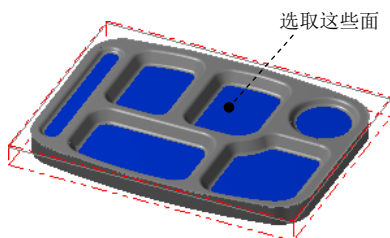
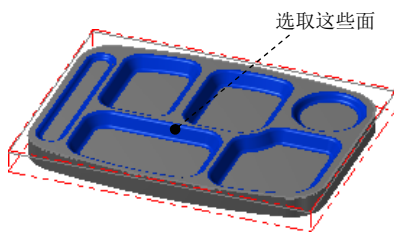

图 1.25 选取加工面
图 1.26 选取干涉面
Step2. 设置加工区域。在图形区中选取图 1.25 所示的曲面（共 6 个），然后按 Enter 键，系统弹出“刀具路径的曲面选取”对话框。然后单击 **检测** 区域中的 按钮，选取图 1.26 所示的面（共 116 个）为干涉面，然后按 Enter 键。单击 按钮完成加工区域的设置，同时系统弹出“曲面精加工浅平面”对话框。